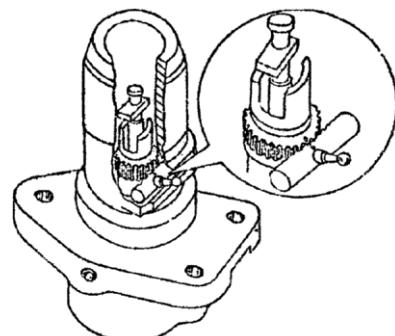

рис. 8.2
- При установке впрыскивающего насоса после снятия, установочные метки на штоке и регулировочным шестеренчатым кольцом/раме должны быть совмещены (Рис. 8.2).